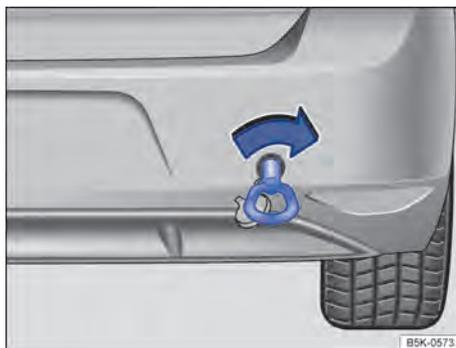

Fig. 231 No para-choque traseiro à direita: rosquear a argola de reboque.
O alojamento da argola de reboque rosqueável está localizado à direita do para-choque traseiro, atrás de uma cobertura ⇒ **Fig. 231**, ⇒
- Girar a argola de reboque tão firmemente quanto possível **sentido horário** na fixação ⇒ **Fig. 231** ⇒ . Utilizar um objeto apropriado com o qual a argola de reboque possa ser rosqueada totalmente e com firmeza no alojamento.